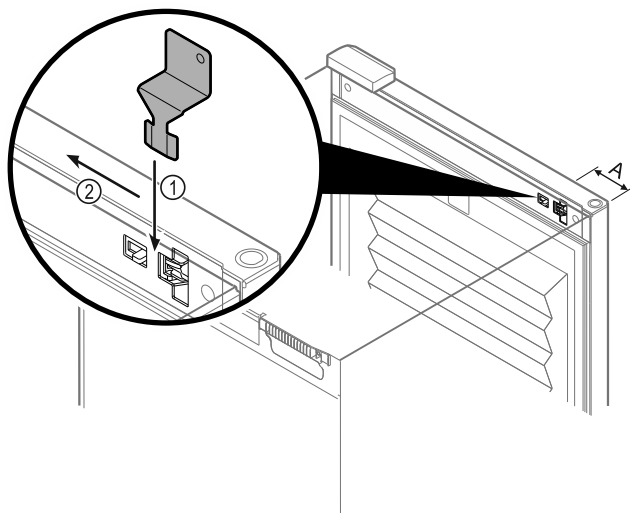

Fig. 133
- ▶ Colocar la llave de desbloqueo de emergencia en el lugar previsto Fig. 133 (A) ≈ 100 mm.
- ▶ Introducir desde arriba hasta el tope la llave de desbloqueo de emergencia entre la puerta y el cuerpo del electrodoméstico Fig. 133 (1).
- ▶ Tirar de la llave de desbloqueo de emergencia en dirección al lado de las bisagras Fig. 133 (2).